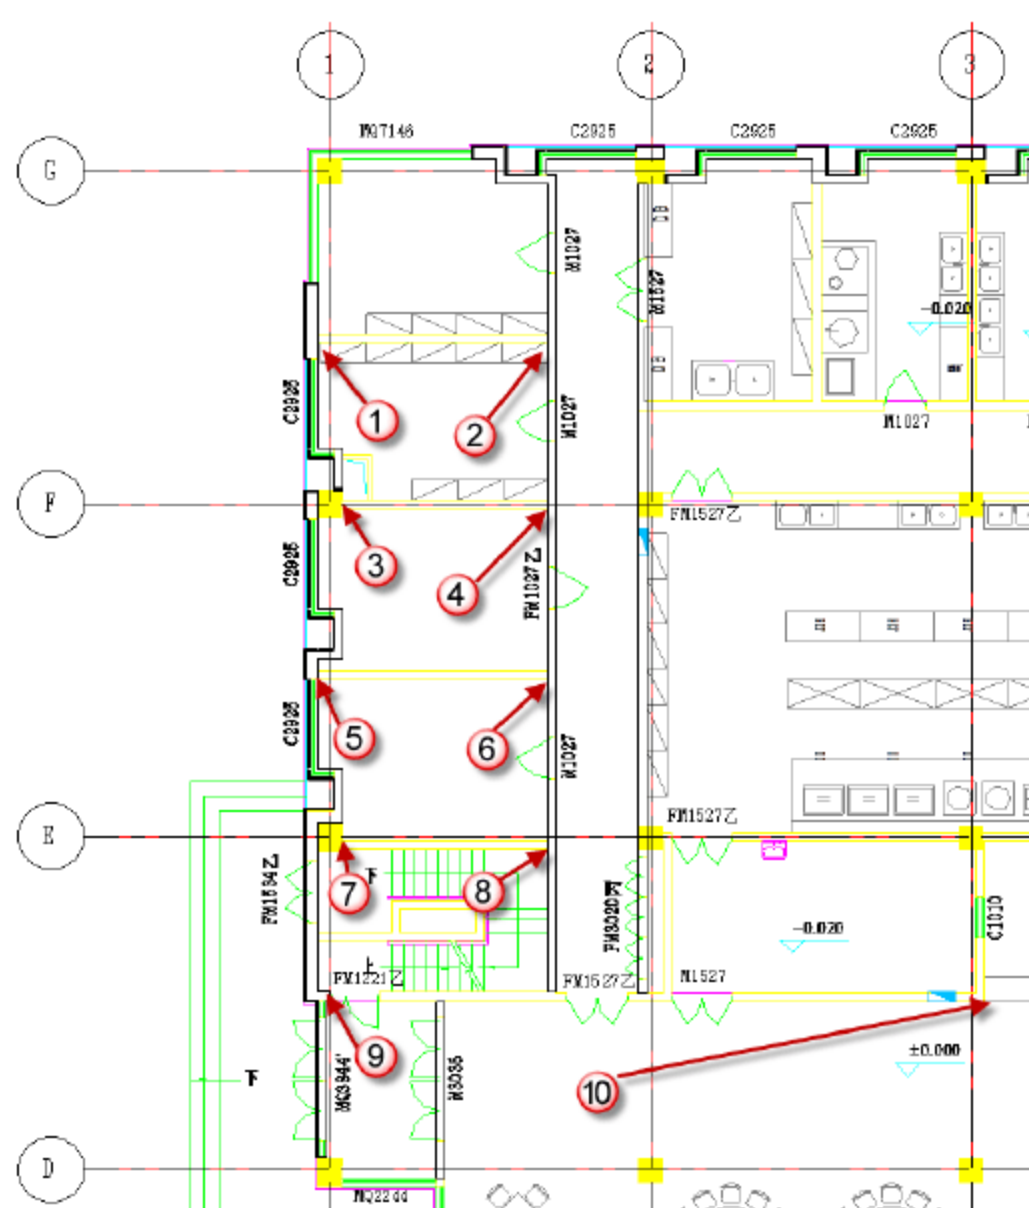
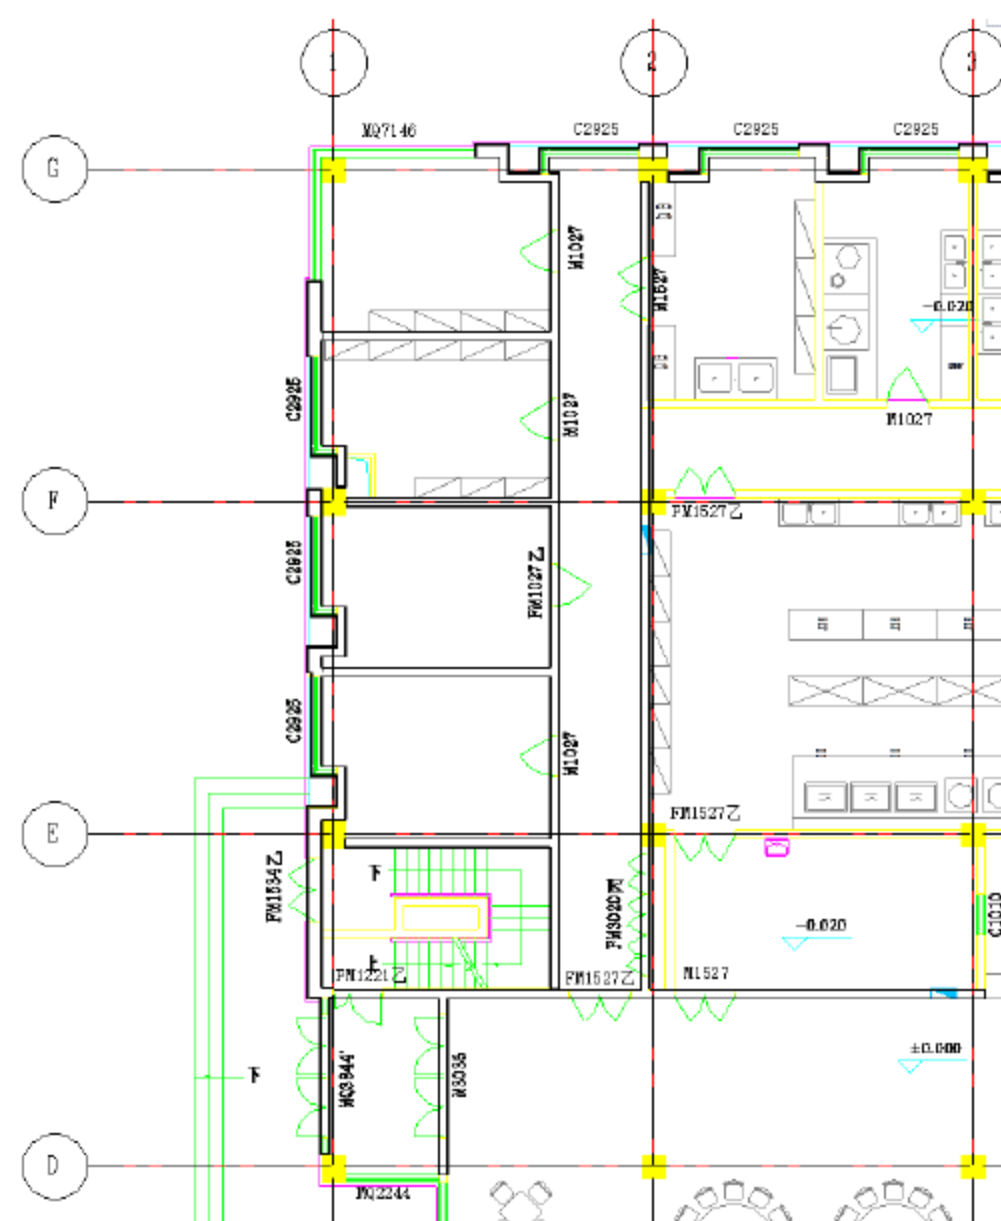

图 10.2.32 200mm 水平向内墙捕捉点位置
图 10.2.33 200mm 水平向内墙部分完成
(2) 绘制 D 轴到 G 轴和 1 轴到 2 轴线之间的水平内墙。依次捕捉图 10.2.32 所示位置，单击绘制墙体。绘制完成后按 Esc 键，可以退出外墙绘图界面，完成后的这部分内墙如图 10.2.33 所示。